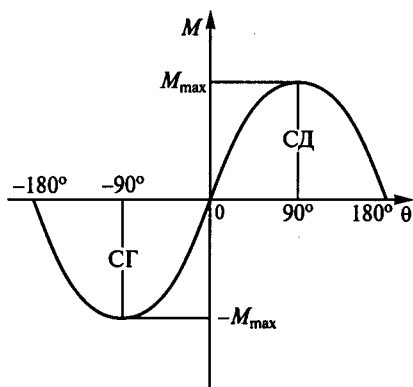

Рис. 235
**9.83.** На рис. 235 представлена угловая характеристика синхронной машины, работающей в режимах двигателя (СД) и генератора (СГ). При каких углах  $\theta$  обеспечивается ее устойчивая работа? (Указать неправильный ответ.)